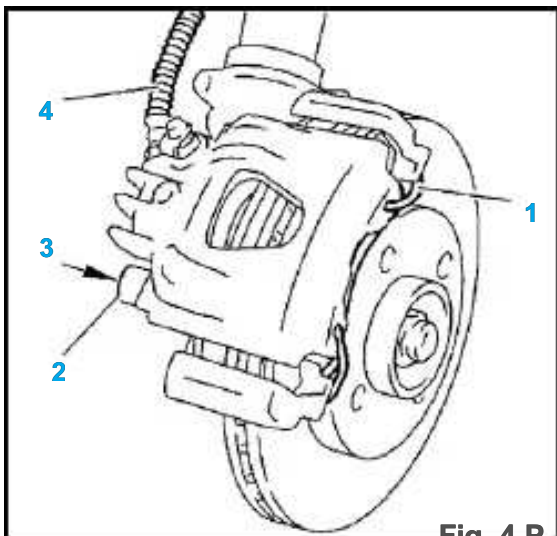

Fig. 4 P.
- la almohadilla interna de la pinza (5)
- la almohadilla externa sobre el soporte (6).
- Rest (fig 4 Br.):
- las dos columnas de tornillo (3), Recubierta con el producto E3 y apriete 2.7 m.daN,
- 2 tapas (2)
- el clip (1)